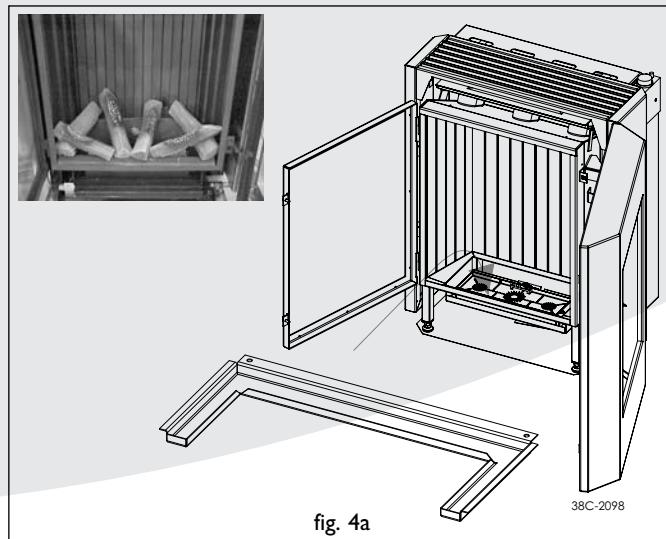
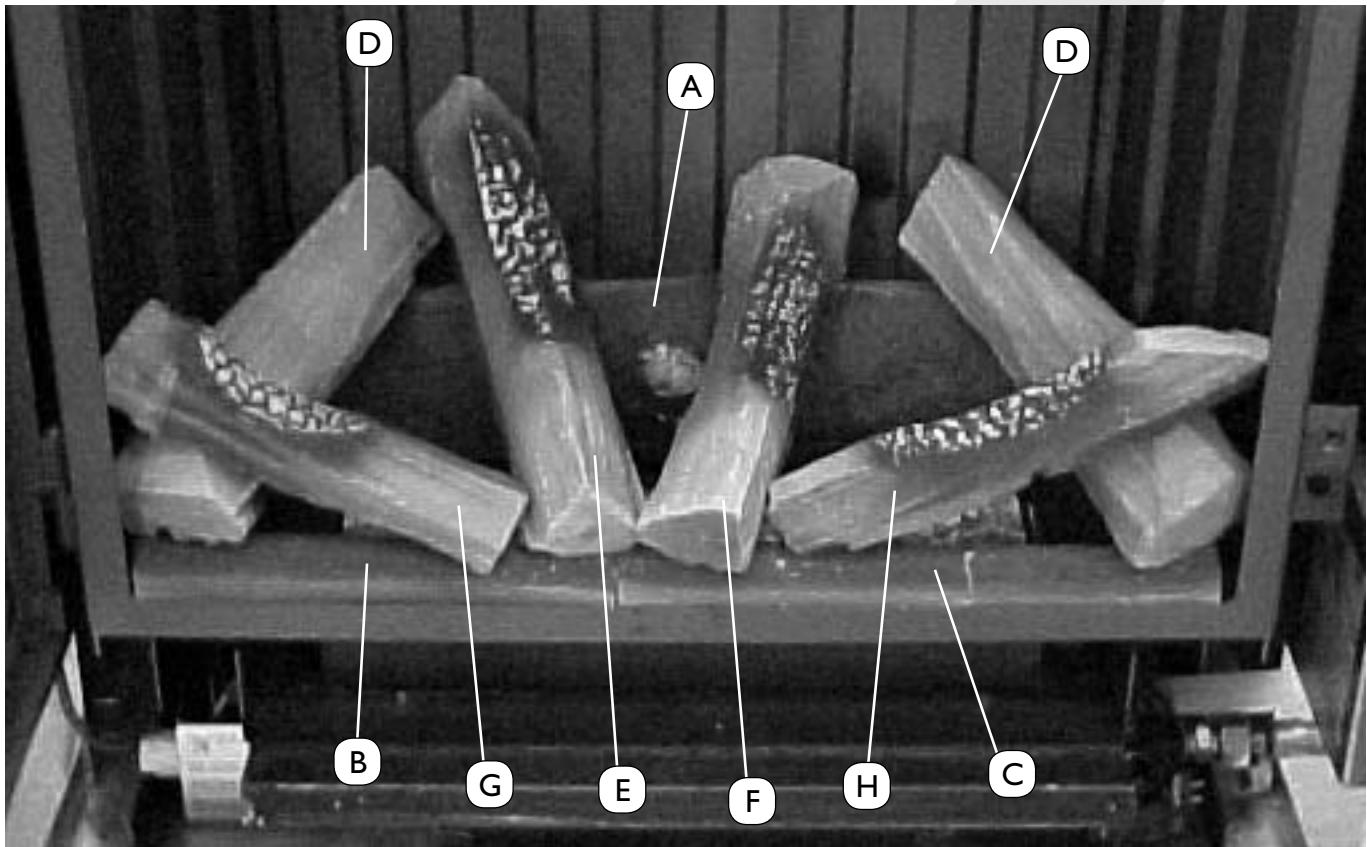

fig. 4a
fig. 4b
- Plaats de bak om de brander (fig.4a).
- Leg het grote blok (A) tegen de achterwand op de blokkensteunen. De gele kant onder en de knoest naar links gericht.
- Plaats de voorstammen (B en C) met de schors naar boven, zoals in fig. 4b is aangegeven.
- Plaats vervolgens de overige blokken (D, E, F, G en H) zoals in fig. 4b is aangegeven.